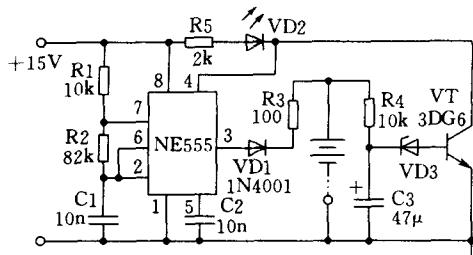

图 2-5 干电池充电器电路图(I)
干电池充电器电路如图2-5所示。NE555与外围元件R1、R2、C1组成一个低频多谐振荡器,当③脚电压突变为高电平时,即可经VD1、R3对4节干电池进行充电。振荡器的振荡频率由R1、R2、C1决定,按图中所标的数据,振荡频率约为80Hz,③脚的电平高低依此频率不停地变化,只有③脚为高电平的那一瞬间才向电池充电,因而这是一种脉冲充电方式,对尚未完全失效的锌锰干电池进行充电非常有效。